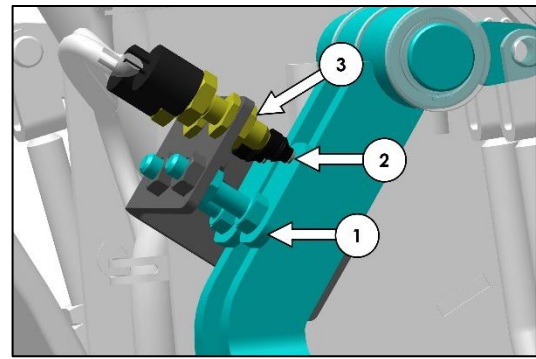

Fig. 295 – INSTELLING REMSCHAKELAAR
2. Nadat stap 1 is uitgevoerd en het pedaal de aanslagbout (1 in the Fig. 295) raakt, monteert u de schakelaar (2 in Fig. 295) met aan beide zijden van de schakelaarbeugel een moer (3 in Fig. 295), zodanig dat de schakelaar niet wordt geactiveerd binnen de vrije slag van 17 mm vanaf de beginpositie; controleer dit doordat het lampje niet brandt.